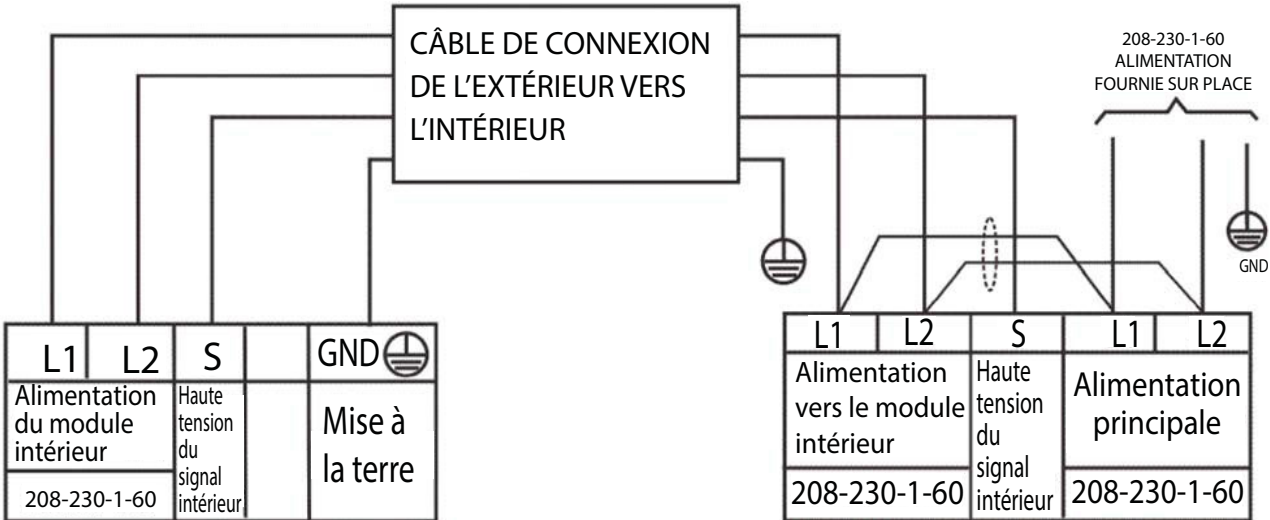

Fig. 27 — Schémas de raccordement – capacités 12 et 24
- 3. Raccordez le câblage de l'appareil extérieur conformément au schéma de câblage (consultez la figures 27 à 28).